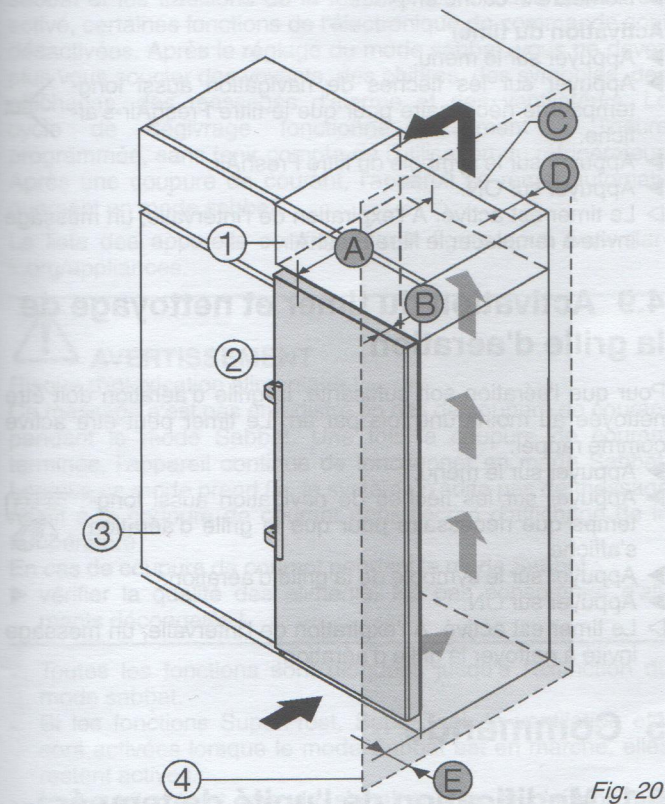

Fig. 20
L'appareil peut être réagencé avec des buffets de cuisine. Pour adapter l'appareil Fig. 20 (2) à la hauteur du coin cuisine, une rehausse Fig. 20 (1) peut être posée sur l'appareil.
L'appareil peut être installé directement à côté du buffet de cuisine Fig. 20 (3). Pour pouvoir ouvrir complètement les portes, l'appareil doit déborder de la profondeur Fig. 20 (B) par rapport à la façade du buffet. L'appareil peut déborder encore plus en fonction de la profondeur des buffets et de l'utilisation de cales d'épaisseur.
- Une sortie d'air avec la profondeur Fig. 20 (D) doit être présente au dos de la rehausse sur toute sa largeur.
- La section de ventilation Fig. 20 (C) sous plafond doit être respectée.
Si l'appareil avec les charnières est installé près d'une paroi Fig. 20 (4), la distance Fig. 20 (E) entre l'appareil et la paroi doit être respectée. Ceci correspond à la saillie de la poignée avec la porte ouverte.